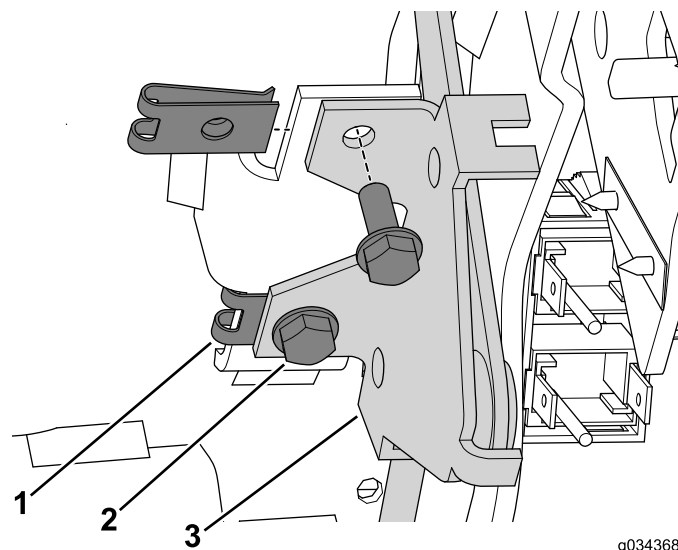

图19
3. 将插片螺母夹安装到控制台总成上的安装座（图19）。
4. 使用 2 个螺栓（#10 x 1/2 英寸）将阻风门控制杆总成固定到控制台上（图19）。